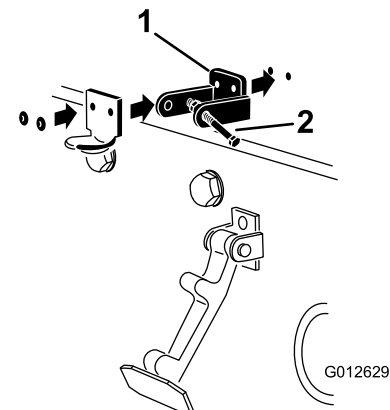

図 5
4. CEロックブラケットとフードラッチブラケットの穴を整列させてフードにセットする 図 5。
6. ブラケットとワッシャをフードにリベットで固定する 図 5。